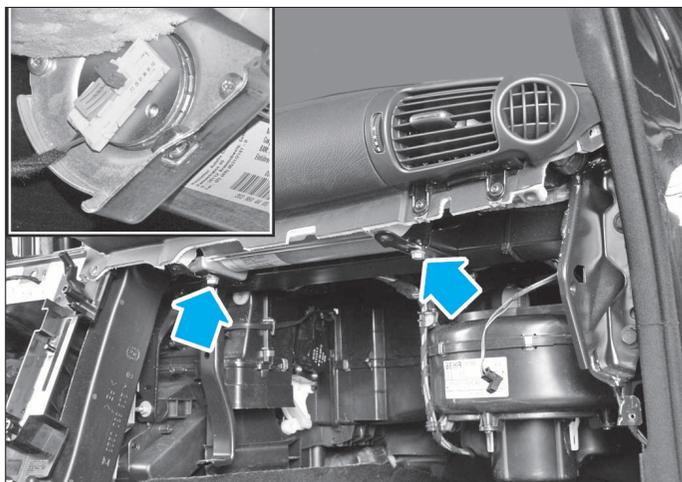

FIG. 41
- les 2 vis de fixations (Fig.41) de l'airbag et débrancher les 2 connecteurs de l'airbag.